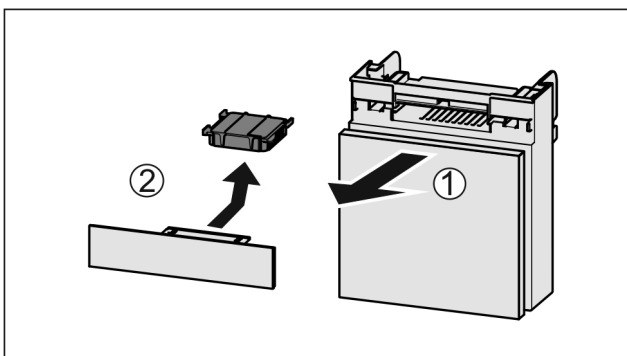

Fig. 80
- Lade vanaf de voorkant eruit trekken Fig. 80 (1).
- Actiefkoolfilter verwijderen Fig. 80 (2).